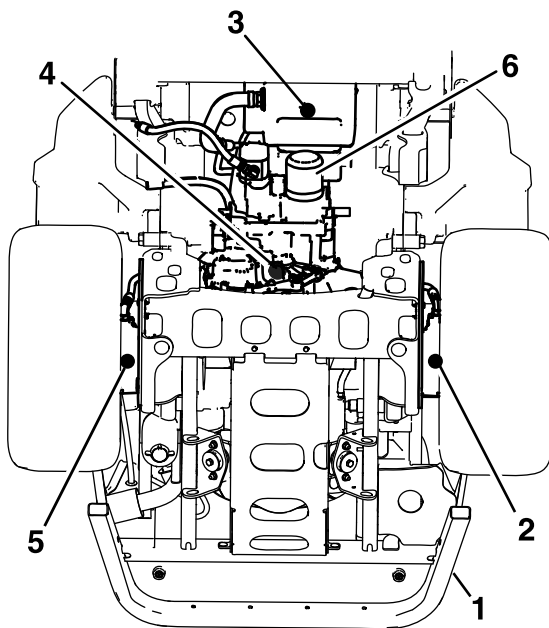

**Figura 68**
4. Coloque un recipiente de vaciado grande debajo del depósito de fluido hidráulico, el alojamiento de la transmisión y los motores de rueda izquierdo y derecho (Figura 68).
5. Retire los tapones de vaciado de cada zona y deje que se drene el fluido hidráulico (Figura 68).
6. Limpie la zona alrededor del filtro de fluido hidráulico y retire el filtro (Figura 68).